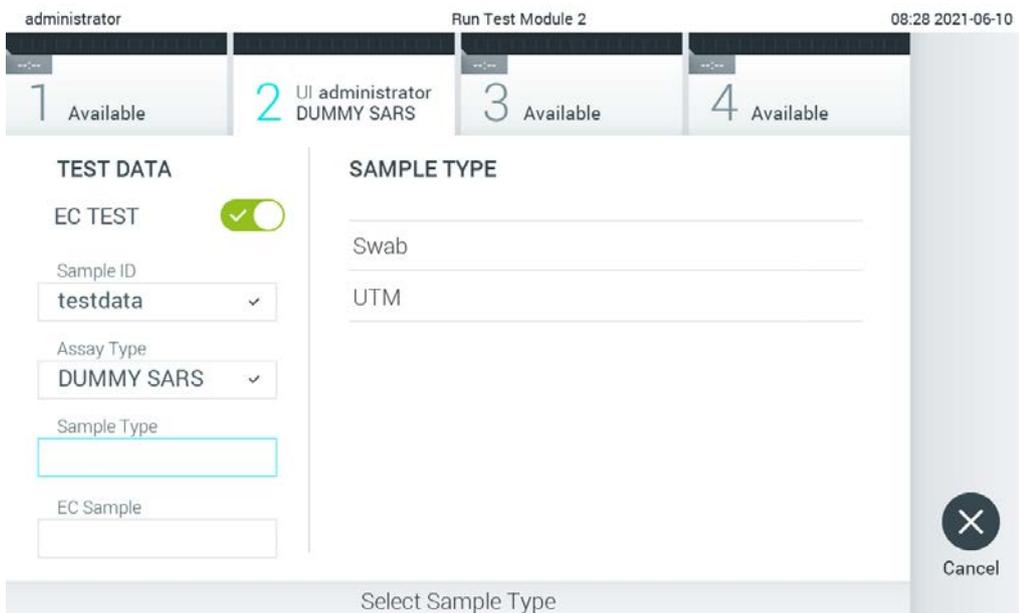

Figura 90. Selección de un tipo de muestra.
5. En caso necesario, seleccione el tipo de muestra adecuado de la lista (figura 90).